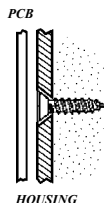

Figura 2:
6. Montare la copertura posteriore alla parete con due viti e ricollocare il PCB. Installare il fondo del contenitore e riposizionare lo stampato, facendo attenzione che la viti di fissaggio non tocchino lo stampato – vedere Figura 2.